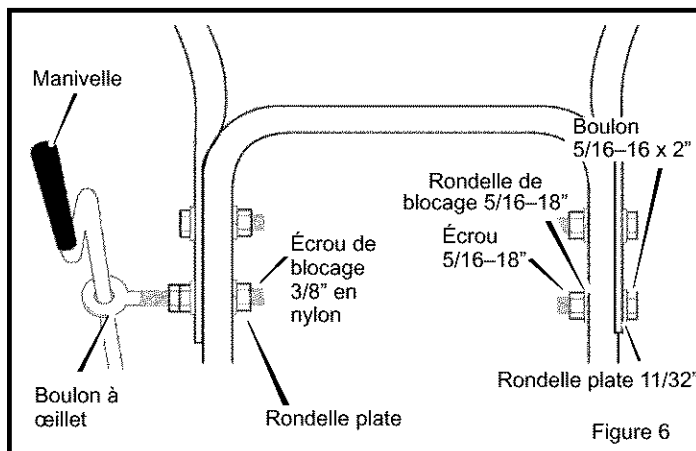

Figure 6
4. Installer les pièces fournies dans le sac (vis, rondelle plate, rondelle de blocage, écrou hexagonal) dans l'orifice droit du bas de la poignée supérieure (voir Figure 6). Ne visser qu'une fois que tous les boulons sont en place.
7. Faire passer le boulon à œillet à travers l'orifice inférieur de la poignée gauche. (Voir Figure 6).